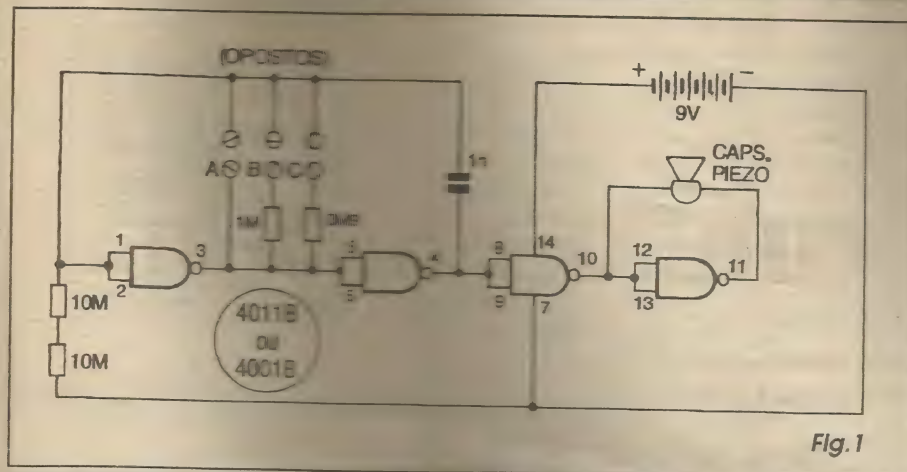

Fig. 1
- FIG. 1 - DIAGRAMA ESQUEMÁTICO DO CIRCUITO - No centro operacional do circuito, temos um barato e comum Integrado digital da família C.MOS, podendo (no caso específico dessa monta-